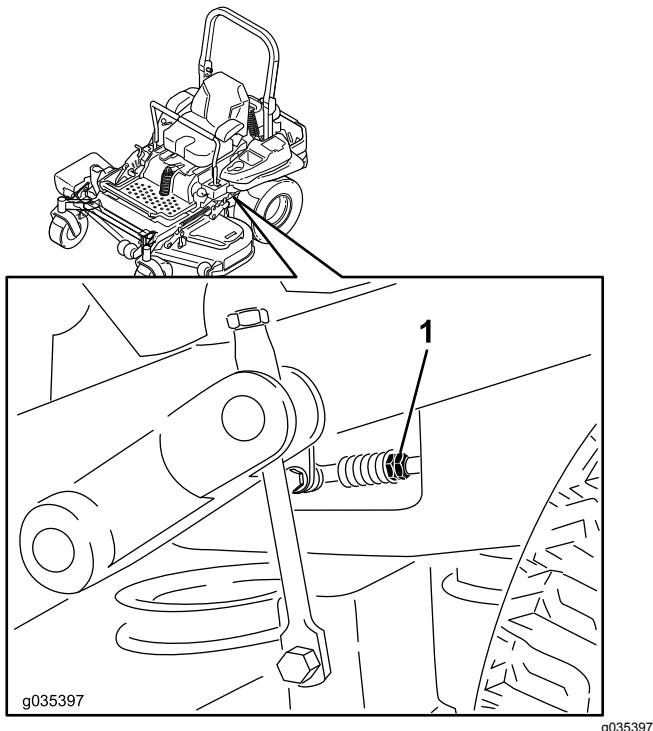

Figura 91
8. Ajuste os comprimentos da barra de controlo da bomba rodando as porcas duplas na barra na direção adequada até as rodas andarem ligeiramente para trás (**Figura 91**).